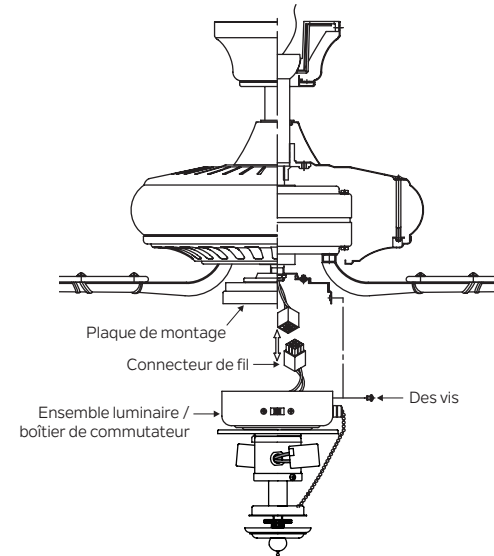

Fig. 18
3. Tout en maintenant l'ensemble luminaire / boîtier de commutateur sous votre ventilateur de plafond, rapprochez les connecteurs à fil carré. Un du ventilateur et un du boîtier de l'interrupteur. (Fig.18)
Fixez l'ensemble luminaire / boîtier de commutateur sur la plaque de montage à l'aide des vis fournies. Assurez-vous que chaque vis est serrée. (Fig. 18)